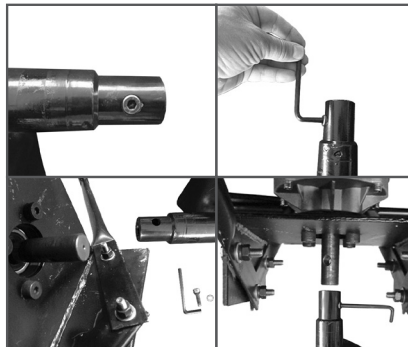

Рис. 3. Установка шнека
2. Снимите крепеж шнека (Рис.3). Отсоедините двигатель от шнека и убедитесь, что он находится в стороне. Двигатель должен опираться на грунт руками и валом отбора мощности.